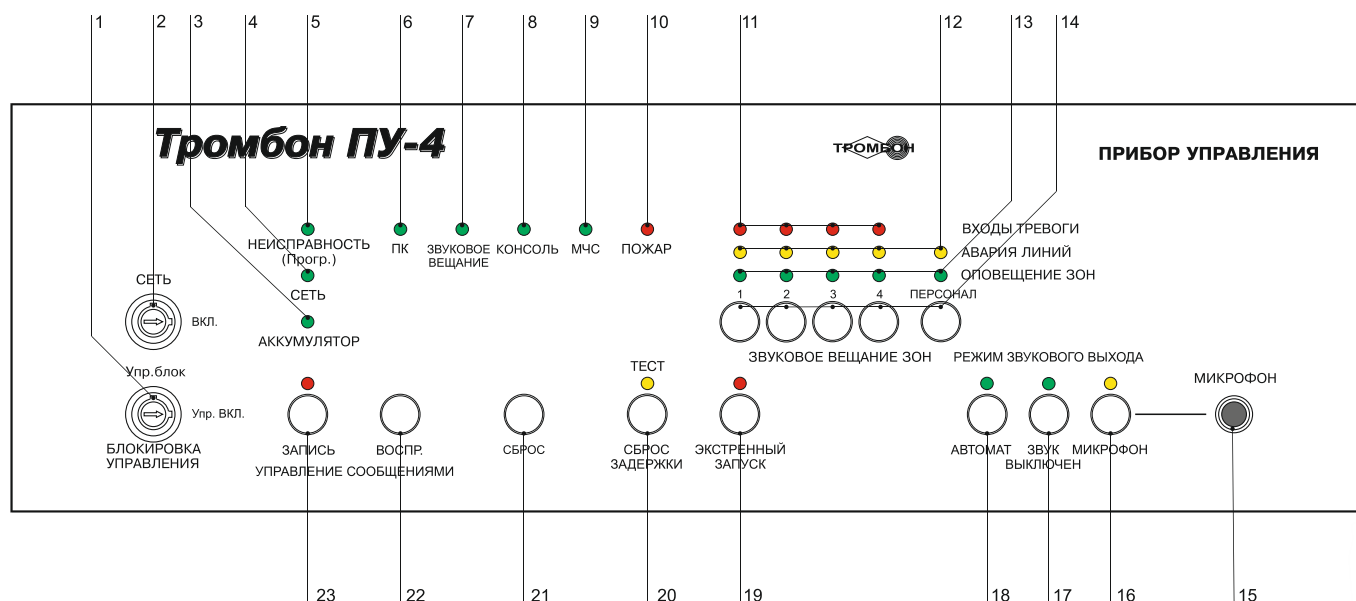

Рис. 1. Внешний вид ПУ «Тромбон ПУ-4» и расположение органов управления и индикации.
4. Любые другие значения сопротивления линии связи, воспринимаются Прибором как авария линии связи с ППКП. На передней панели Прибора зажигается индикатор аварии линий (рис. 1, поз. 12) соответствующий номеру неисправной линии и периодически издает звук зуммера.
Основной режим работы Прибора. В этом режиме все реле Прибора выключены, питание на усилитель мощности не подается. В «Дежурном режиме» Прибор выполняет контроль входов пожарной сигнализации, входа МЧС и контроль линий связи с оповещателями. В «Дежурном режиме» работы на передней панели Прибора горят индикаторы «Сеть», «Аккумулятор» и «Автомат» (рис. 1, поз. 4, 18).
В режиме «Звуковое вещание» выполняется трансляция сигналов, поступающих на линейный вход Прибора в любые зоны по выбору оператора. Вход в режим «Звуковое вещание» и выбор зон выполняется нажатием кнопок «Звуковое вещание зон» (рис. 1, поз. 14).
При включении режима «Звуковое вещание» зажигаются индикаторы «Звуковое вещание» и «Оповещение зон» (рис. 1, поз. 7, 13).